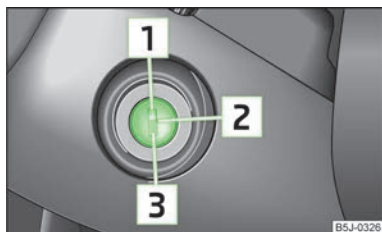

Fig. 79
- În timpul deplasării, la oprirea motorului, cheia trebuie să se găsească întotdeauna în poziția **[2]** » fig. 79 la pagina 78 (contact cuplat). Această poziție este semnalizată prin aprinderea de lămpi de control. Dacă acest lucru nu se întâmplă, mecanismul de direcție se poate bloca neintenționat - Pericol de accident!
- Demarorul poate fi acționat (cheia în poziția **[3]** » fig. 79 la pagina 78) numai când motorul nu este pornit. Dacă se acționează demarorul când motorul este în funcțiune, se poate deteriora demarorul, respectiv motorul.
Dacă **mechanismul de direcție este blocat** iar cheia nu se poate roti, sau se rotește cu greu în poziția **2** » fig. 79, atunci volanul trebuie rotit puțin încolo și înapoi - astfel se deblochează mecanismul de direcție.
- » Apăsăți pedala de ambreiaj până în podea, cuplați contactul **2** » fig. 79 la pagina 78 și porniți **3** - nu accelerați. Mențineți complet apăsată pedala de ambreiaj până când pornește motorul.
Oprîți motorul prin rotirea cheii de contact în poziția **1** » fig. 79 la pagina 78.